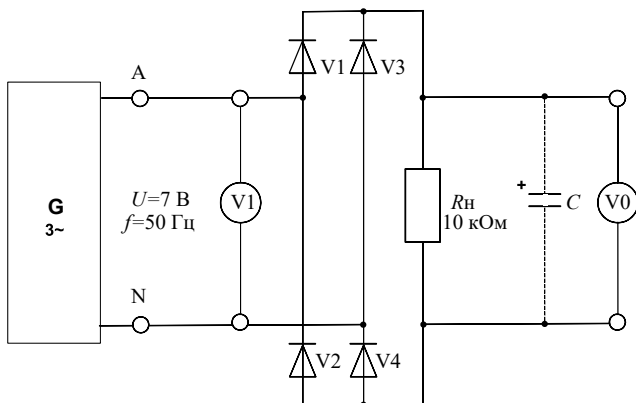
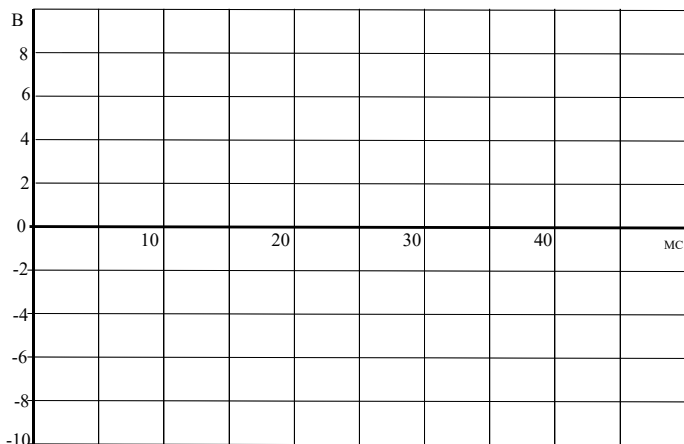

Рисунок 6 – Схема экспериментального исследования двухполупериодного мостового выпрямителя
Рисунок 7
2.1. Соберите цепь согласно схеме (рис. 6) без сглаживающего фильтра. На схеме $V0$ и $V1$ – входы коннектора. При сборке схемы обратите внимание на полярность электролитического конденсатора. Включите виртуальные приборы $V0$ и $V1$ и осциллограф. Подключите два любых входа осциллографа к каналам $V0$ и $V1$. Установите развертку 5 мс/дел. Перенесите на график (рис. 7) осциллограммы входного и выходного напряжений.
таблице 2, повторите измерения и дорисуйте графики выпрямленного напряжения на рис. 7.